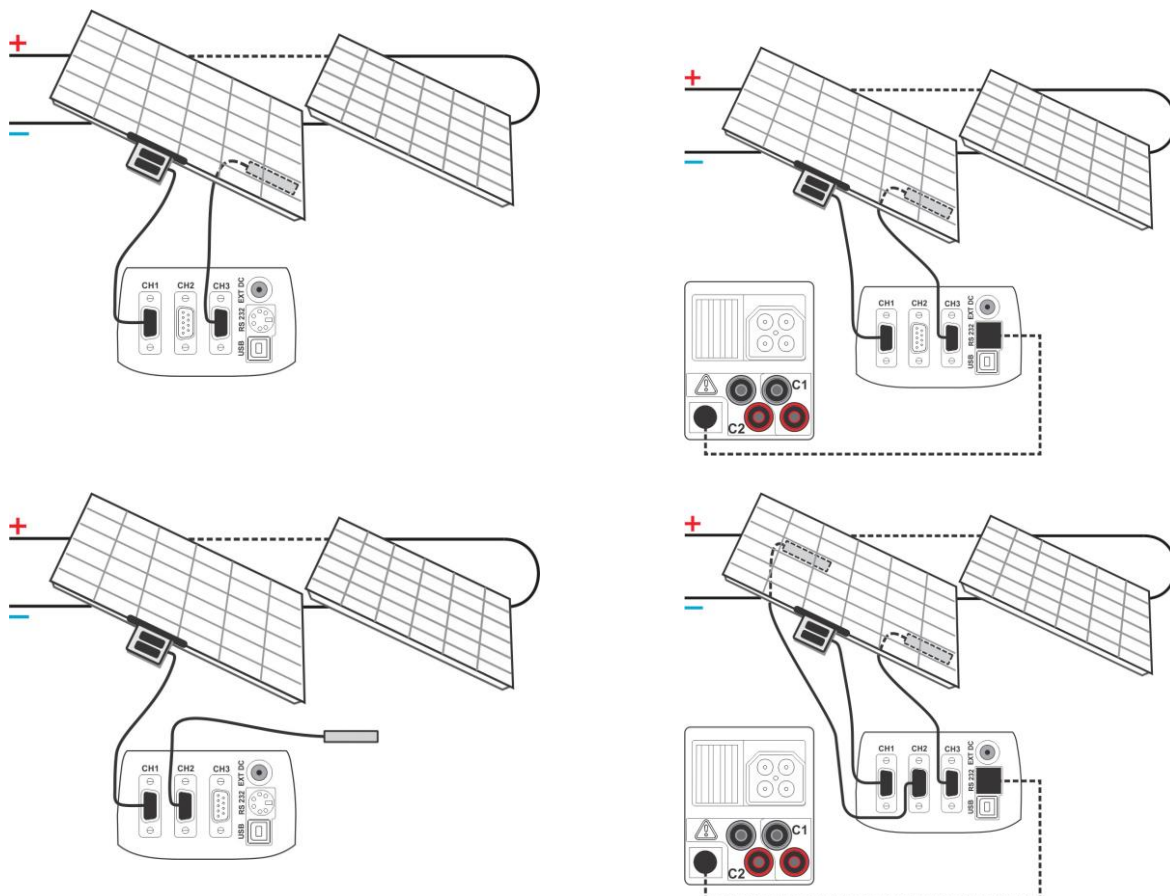

Abbildung 5-2: Messung der Umgebungsparameter
- **Schließen** Sie die Prüfleitungen am Prüfling an (siehe Abbildung 5.2).